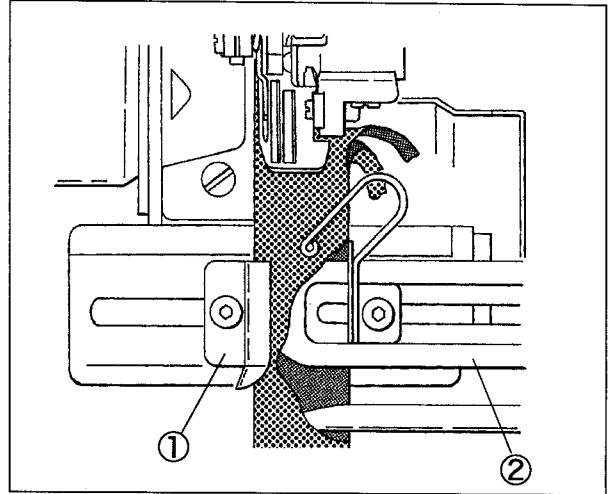

図 22
- (1) トグルスイッチを膝で押し、布ガイド①と定規②を開く。
- (2) リブ地を2つ折りにして定規にセットする。(図22参照)
- (3) もう一度トグルスイッチを押して、布ガイド①と定規②を閉じる。
- (4) 押エを上げて各ローラにリブ地を掛ける。
- (2) リブ地を2つ折りにして定規にセットする。(図 22 参照)
- (4) ペダルを踏み返して押エを上げ、リブ地を各ローラに掛ける。その上に身頃の生地を置く。
- (5) ペダルを踏み込み、押エを下ろして縫う。
- (6) 縫い始め部分が定規②に近づいたら、トグルスイッチを押して定規②を開き、残りの部分を縫う。